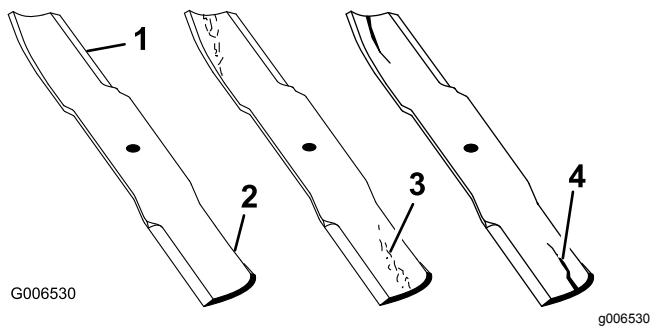

図 78
1. 刃先の部分を点検する 図 78。
4. ひび、磨耗、割れの発生などがあれば、直ちに新しいブレードに交換する 図 78。